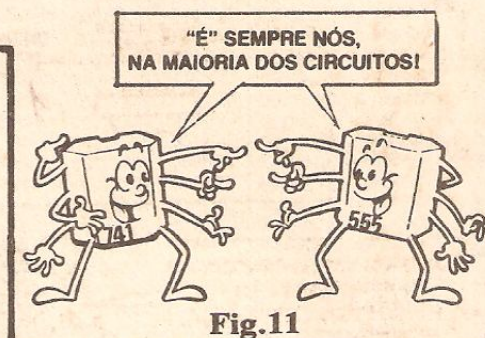

Fig.11
**- FIG. 11 - O CIRCUITO - COMO FUNCIONA** - O circuito da MP-31 é razoavelmente complexo, embora o uso dos dois Integrados tenha simplificado bastante o **hard ware** (para isso os Integrados existem...). Só para "dar um susto", o mesmo circuito, elaborado apenas com componentes discretos, necessitaria de 12 a 15 transístores, uma "porrada" de resistores e capacitores de acoplamento, e uma "baita" placa de Impresso... Mas, vamos ac que interessa: a "blocagem" do circuito, para uma análise, "pedaço a pedaço", do seu funcionamento. O primeiro bloco (esquerda, no diagrama) é centrado no Integrado 555 (que estudaremos com detalhes nas próximas "Aulas" do ABC...), funcionando como oscilador, cuja Frequência (nominalmente em torno de 5 KHz) é dimensionada pelos resistores/trim-pot/capacitor a ele anexos... (rever fig. 1). Como a Potência de Saída do 555 é considerável (para um Integrado...), ele pode excitar diretamente o LED infra-vermelho TIL38, em pulsos de boa Corrente, o que se traduz numa emissão consistente de radiação, na referida Frequência, para formação do feixe/barreira... Na outra "ponta ótica" da tal barreira, o primeiro elemento é o fototransístor, TIL78. Este funciona de modo muito semelhantes ao de um transístor bipolar convencional, só que a sua Corrente de excitação de **base**, no caso, é "substituída" pela própria incidência da radiação luminosa, externamente